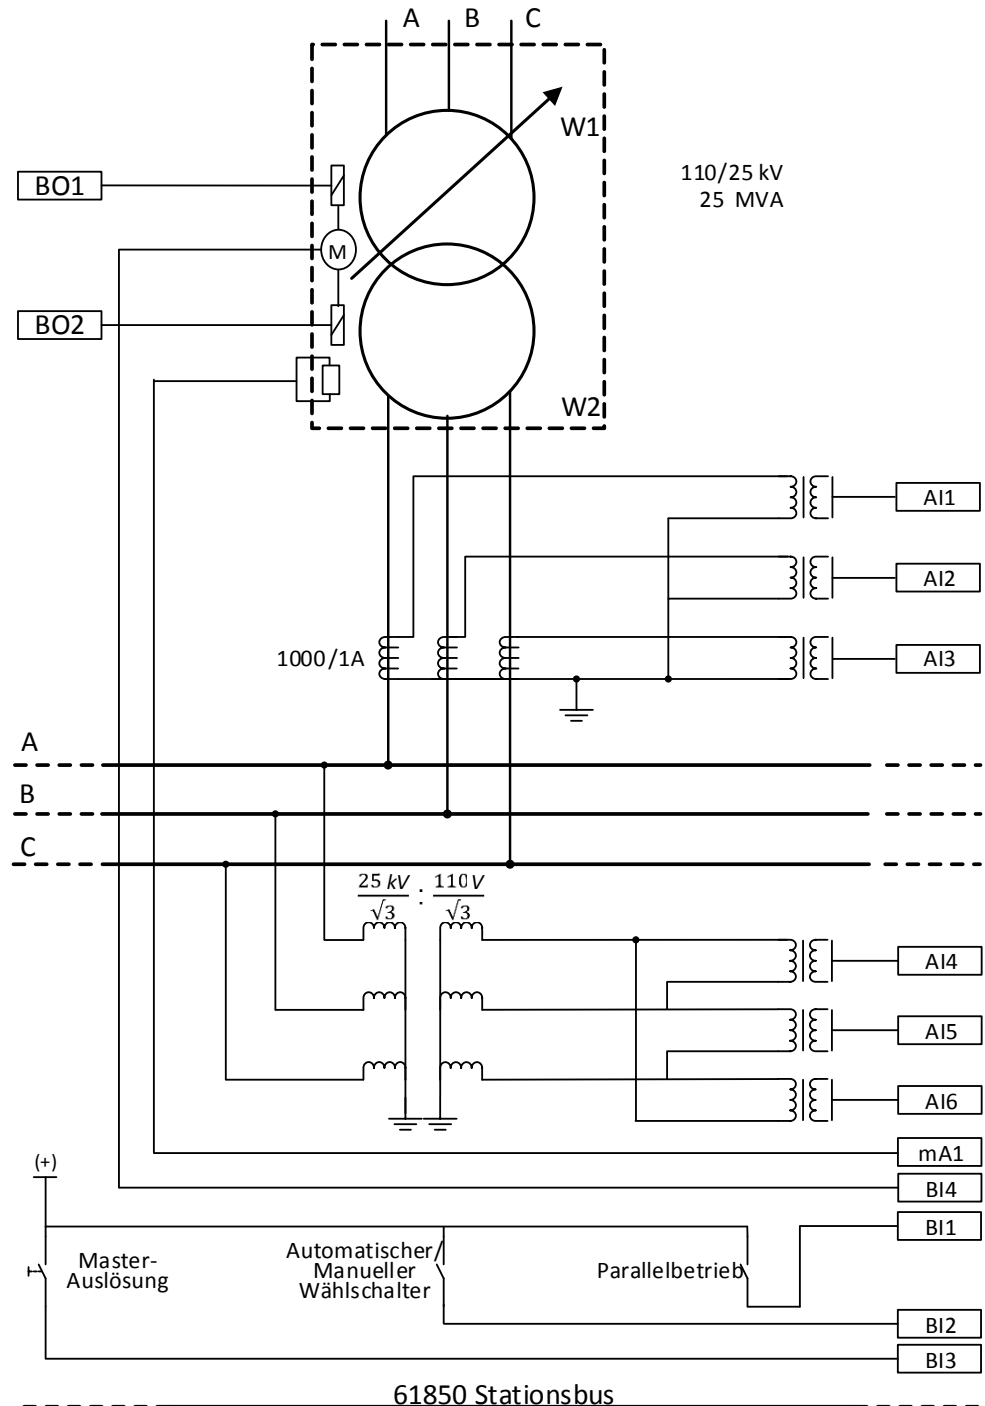

Abb. 48: Relais 2-Schnittstellen und CT/VT-Anschlüsse für TR2 in Beispielfall 3
Abbildung 48 zeigt die Anschlussdetails der Analogeingänge (AI) des Relais (Relais 2), Binäreingänge (BI), Milliampereeingänge (mA) und Binärausgänge (BO) für Transformator TR2 im Beispielfall. Die CT-Anschlüsse für die Leiterspannungsmessungen in allen Leitern und der VT-Anschluss für die